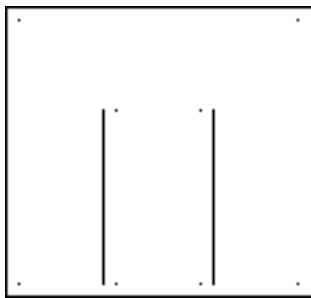

图 3-9 等分加墙
3) 参数设置完成之后，单击 B 墙体，即可创建等分加墙，如图 3-9 所示。